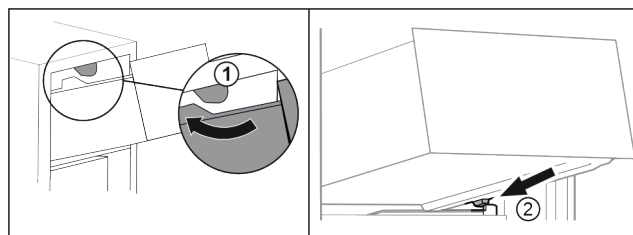

Fig. 69
- ▶ Poprowadzić szufladę wokół górnego stopera. Fig. 69 (1)
- ▶ Założyć szufladę pod skosem za dolnymi stoperami na żebro pojemnika. Fig. 69 (2)